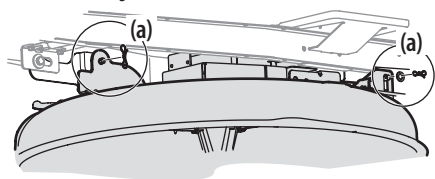

Figura 30
5. Extraiga los pasadores de chaveta con unión curva (a) que aún están sujetando la plataforma al tractor cortacésped, como se indica en la Figura 30.